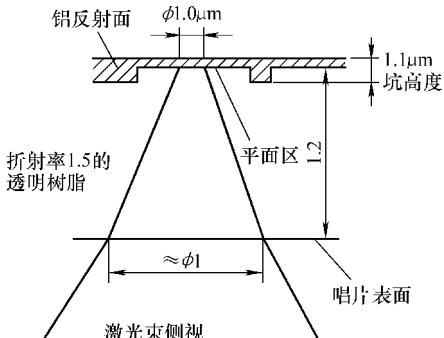

图 10-33 CD 唱机工作原理
2) 工作原理。CD数字信号以凹坑或镜面的形式记录于唱片，重放时，激光拾音器从唱片上拾取信号。激光拾音器向唱片发射的激光束穿过透明的片基后聚焦于信息面，原直径为1mm的激光束经片基折射到达信息面，变成直径为 $1\mu\text{m}$ 的光点，如图10-33所示。然后再由唱片反射层反射回来，通过检测反射光的强弱，读取唱片上记录的数字信号。